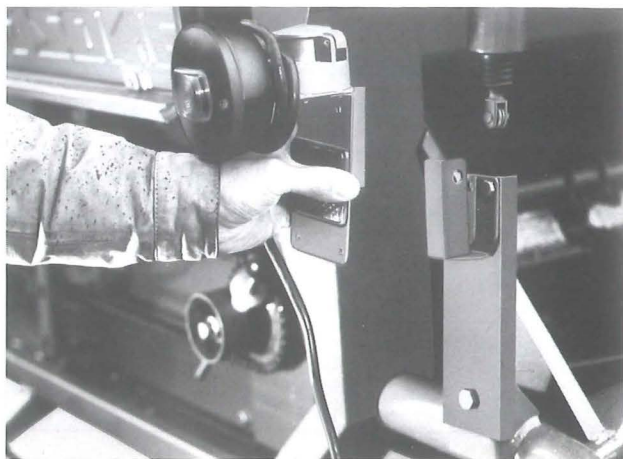

Fig. 15
4.2 Begrenzungsleuchten, Schlußleuchten, Leuchtenhalter (Fig. 15)